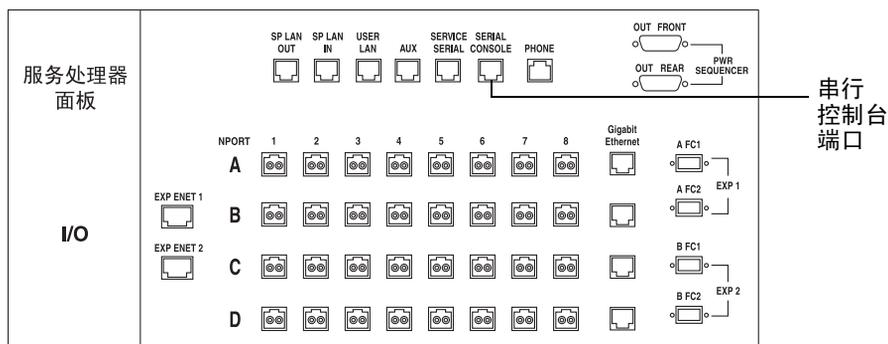

图 2-20 串行控制台连接
3. 将此串行电缆从服务面板上的串行控制台端口连接到笔记本电脑、终端或工作站（图 2-20）。